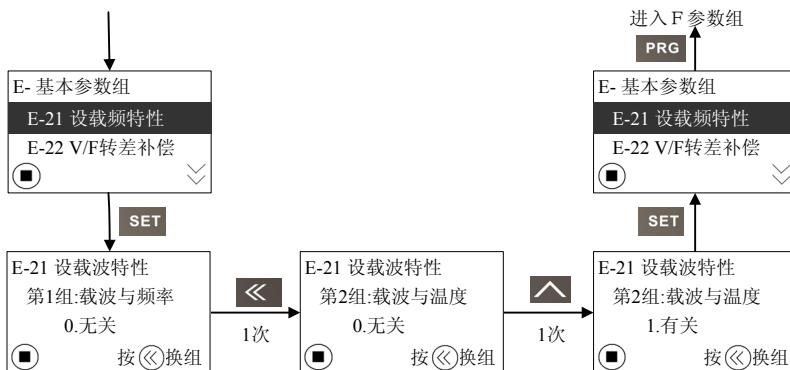

图 4-10：组操作界面流程
(3) 组操作界面流程：以功能代码 E-21 下设载频特性为例来介绍，设置选择第 2 组 中的“1. 与输出温度有关”，具体操作如图 4-10 所示。